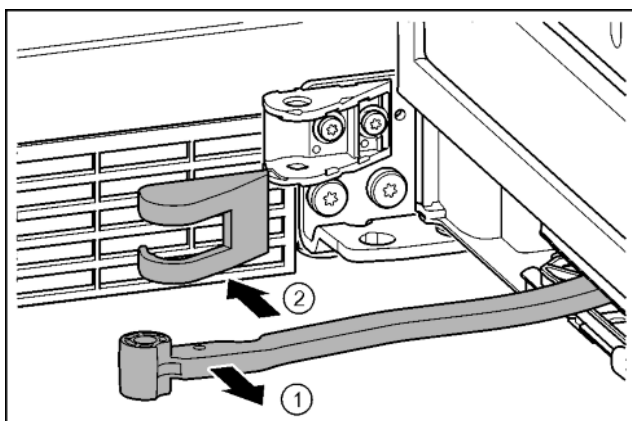

Fig. 16
- Tourner l'articulation en direction de la porte. Fig. 16 (1)
- Retirer le cache du support de palier. Fig. 16 (2)